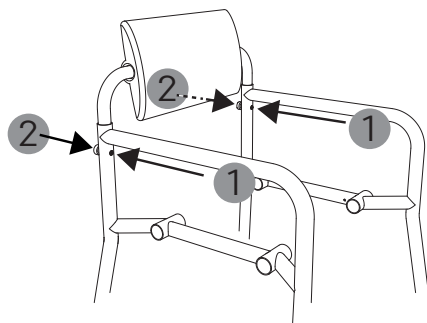

fig. 5
4. Posizionare ora le fiancate parallele tra loro (fig. 5). Inserire una vite (M6 da 50 mm) sul lato destro e sinistro delle fiancate (1, fig. 5) da davanti, e stringerle sul retro con i dadi zigrinati (2, fig. 5).